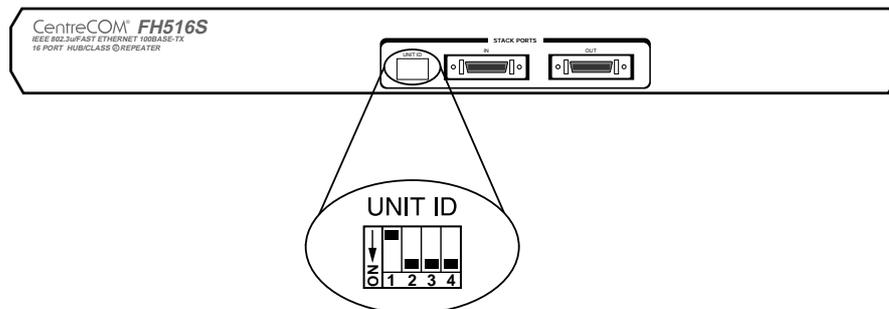

図 2.2.4 UNIT ID 番号を「1」に設定した場合
3. スタックが完了したら、各 FH516S に UNIT ID 番号を設定します。UNIT ID 番号は、本体背面にある UNIT ID 用 DIP スイッチを図 2.2.4 のように 1 つ上側 ON ではない側)にして指定します。(初期設定は、すべてのスイッチが ON 側になってい